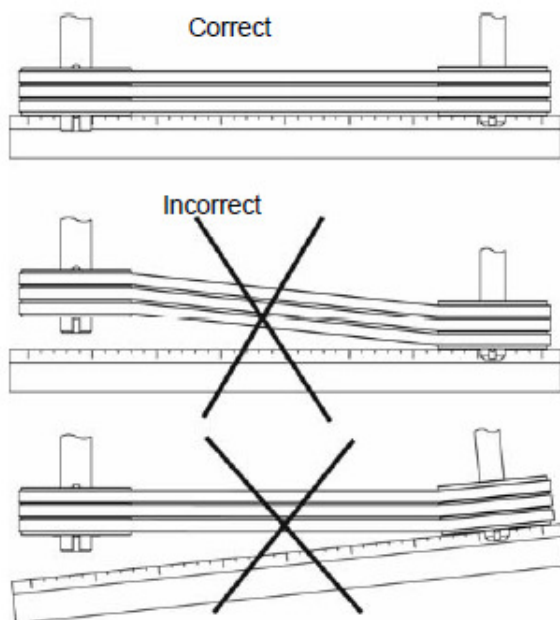

Рис.27. Установка шкивов
2. Измерить силу Р, необходимую, чтобы прогнуть ремень на S=16 мм на каждый погонный метр расстояния между осями, приблизительно посередине расстояния между осями (рис.27).
одинаковой длины и такого же профиля, что и профиль углублений в шкиве. Если не заменить все ремни, то новые будут нести большую нагрузку, чем старые, т.к. они короче старых. При замене ремней, следует ослабить натяжной болт плиты двигателя (рис. 27) до такой степени, чтобы ремни можно было снять и заложить на шкивы вручную, без усилий. Ни в коем случае нельзя натягивать ремни с усилием при помощи отвертки или какого-либо другого предмета. При замене ремня следует проверить, не износились ли поверхности и канавки шкивов. Новые ремни следует натянуть таким образом, чтобы требуемая сила P (рис. 25) как можно больше совпадала со значением P , указанным в таблице 19.
5. правильно установить ременные шкивы (рис. 27)